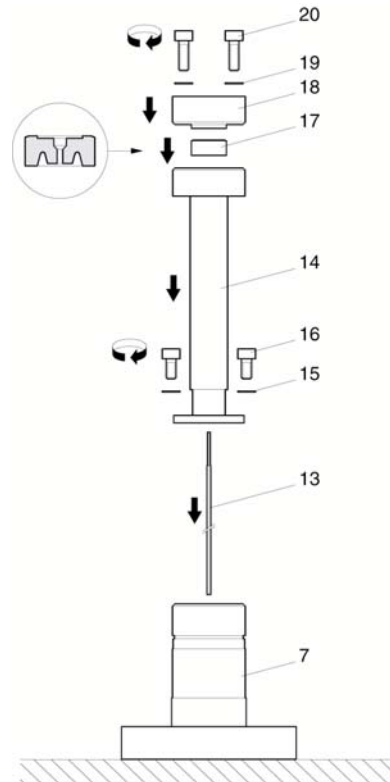

図 4
- i) フランジを下に向けた状態で測定チャンバ全体をテーブルの上に置き、アノードピン上で延長部(13)を慎重にスライドさせます（→図 4）。
- k) 図 4 のように延長部(13)上で絶縁体(17)をスライドさせ、2本のネジ(20)とロックワッシャ(19)で圧力片(18)を固定します。